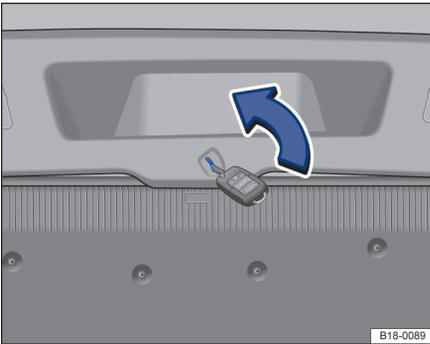

图 185 行李厢盖应急开锁
- 将钥匙头完全插入行李厢盖饰板上的开口内⇒图 185 或⇒图 186。
- 将遥控钥匙沿箭头方向按压⇒图 185 或⇒图 186 以便使行李厢盖开锁。